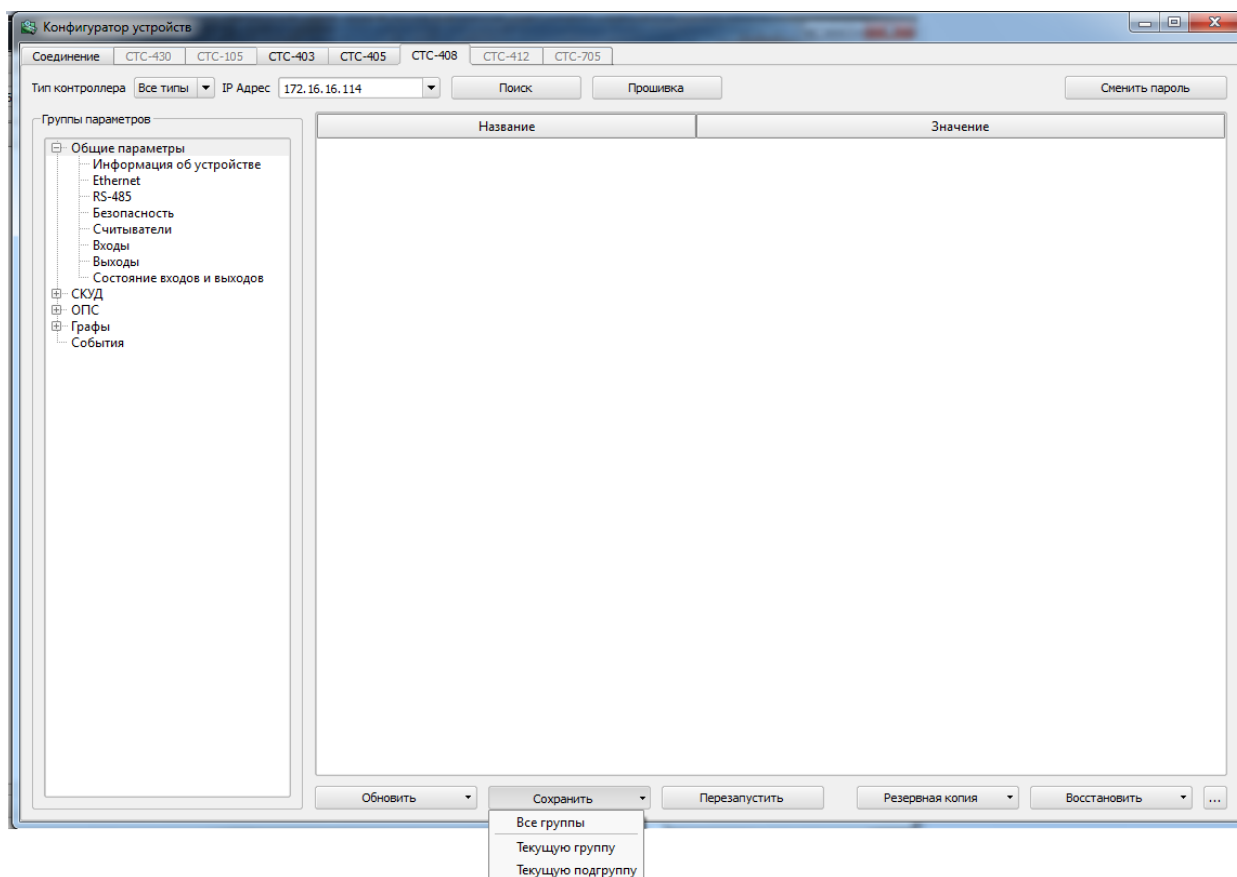

Рисунок 8
- «Сохранить» – данная кнопка позволяет сохранить изменения во все группы контроллера в любое поле из текущей выделенной группы или в текущую выделенную группу в левом параметре настроек (рисунок 8);